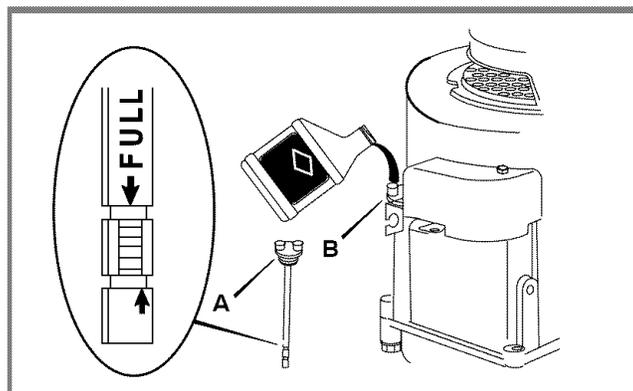

Figura 6: Llenado de Aceite
- Asegúrese de que el motor esté nivelado. Retire la varilla indicadora de nivel de aceite (A) de la boca de llenado del motor (B).
- Asegúrese de que el nivel de aceite esté en la marca FULL (LLENO) que figura en la varilla indicadora (ver Figura 6).
- Verifique el nivel de aceite diariamente o después de cada ocho (8) horas de operación.
- 6 Llène de aceite hasta la marca FULL (LLENO) que figura en la varilla indicadora (ver Figura 6). Vierta el aceite lentamente. No lo llene en exceso.